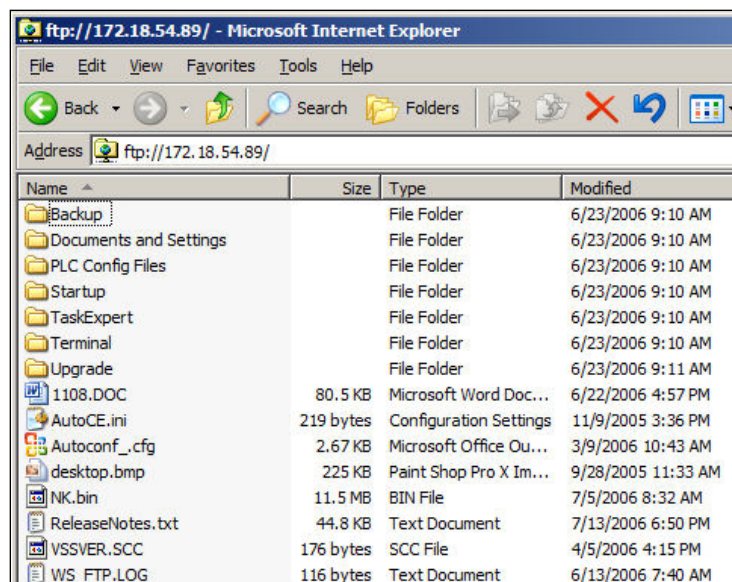

Figura D-8: Finestra FTP di Internet Explorer
2. Explorer visualizzerà la struttura di directory dell'IND780 (Figura D-8).